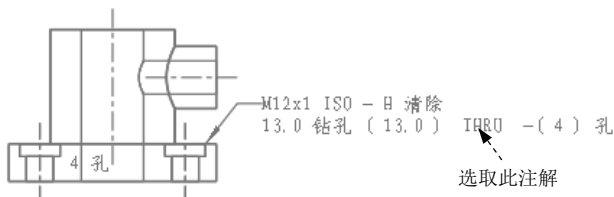

图 5.3.16 显示注解
- (2) 复制 命令也可以将注解粘贴到工程图中的其他位置上，但选择 复制 命令后，原注解仍保留在工程图中。
- (3) 拭除 和 删除 命令用来拭除和删除注解，其操作的效果可参照 5.3.3 节。
(4) 选择 移动到视图 命令，再选取所要移动到的视图，可以将注解移动到所选取的视图上，和尺寸的移动操作类似。
(5) 只有在右击自动显示出来的注解的快捷菜单中才有 **编辑值** 命令，对于不同的注解，系统会显示出不同的操作，下面对其进行详细介绍。
Step2. 在功能选项卡区域的 **注释** 选项卡中单击“显示模型注释”按钮 ，在“显示模型注释”对话框中单击 选项卡，再选中绘图区的主视图，在“显示模型注释”对话框中单击 按钮，单击对话框中的 **确定** 按钮，显示图 5.3.16 所示的注解。
Step3. 选取图 5.3.16 所示的注解，右击，在弹出的快捷菜单中选择 **编辑值** 命令。